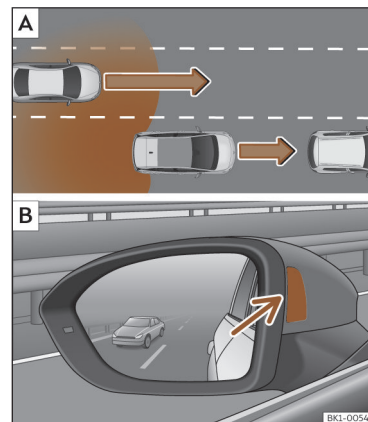
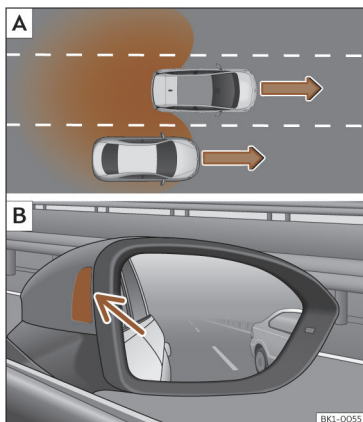

Fig. 123 Rappresentazione schematica: **A** Sorpasso con traffico nella parte posteriore. **B** Indicazione dell'assistente al cambio corsia sul lato sinistro.
Fig. 124 Rappresentazione schematica:
>>> **fig. 123 B** (freccia) o >>> **fig. 124 B** (freccia) mostra un'indicazione:
- Quando si viene sorpassati da un altro veicolo >>> **fig. 123 A**.
- Quando si sorpassa un altro veicolo >>> **fig. 124 A** con una differenza di velocità di circa 10 km/h (6 mph). Se il sorpasso è notevolmente più rapido, non viene fornita alcuna indicazione.